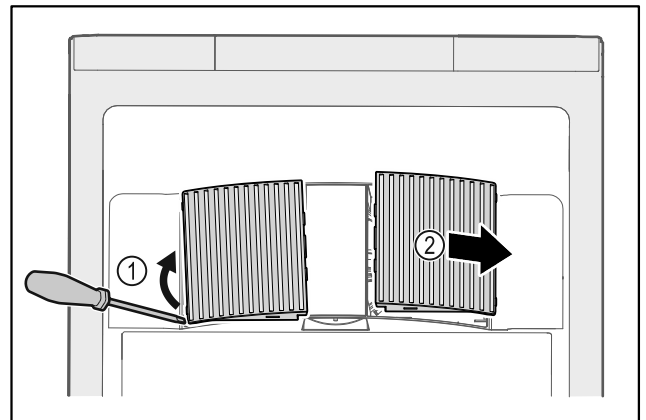

Fig. 239
- ▶ Ventilatorabdeckungen vorsichtig von der Seite heraushebeln Fig. 239 (1) und nach vorne abnehmen Fig. 239 (2).